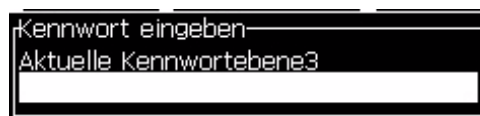

Abbildung 4-11: Dialogfeld *Enter Password (Kennwort eingeben)*
- 1 Drücken Sie die Tasten *Alt + W* und wählen Sie die Option *Enter Password (Kennwort eingeben)* im Menü *Password (Kennwort)*. Oder drücken Sie *F3* in den Hauptbildschirm. Das Dialogfeld *Enter Password (Kennwort eingeben)* erscheint (siehe Abbildung 4-11).